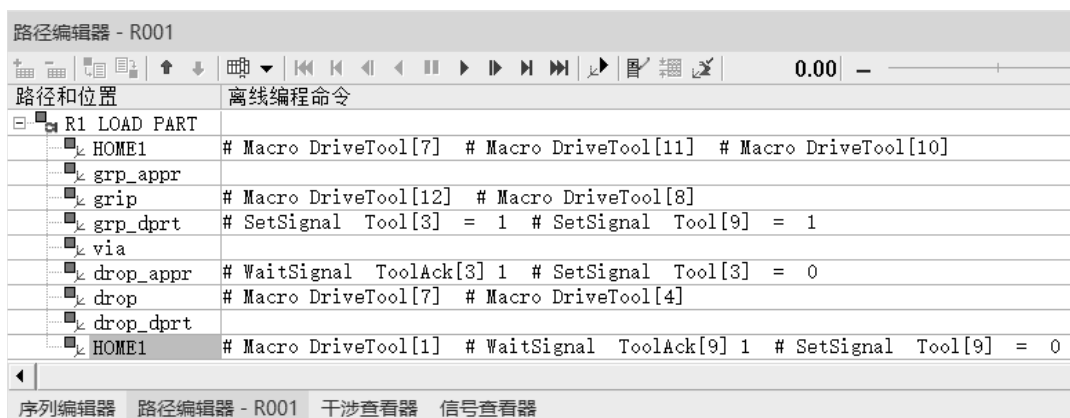

图 7-18
(9) 同理，将其他位置的“离线编程命令”也用机器人宏程序替换，结果如图 7-18 所示。注意，某些位置的离线编程命令用宏程序替换并不正确，不能使用。